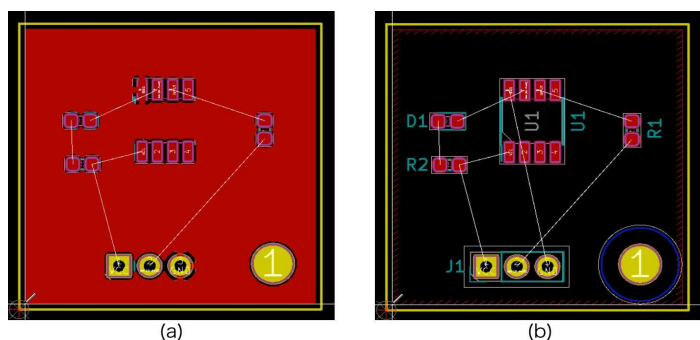

図9-17
- ⑦外形線の内側0.5mmにベタグラウンド領域を描きます。終点でクリックするとベタグラウンド領域が塗りつぶされます。 図9-17-(a)